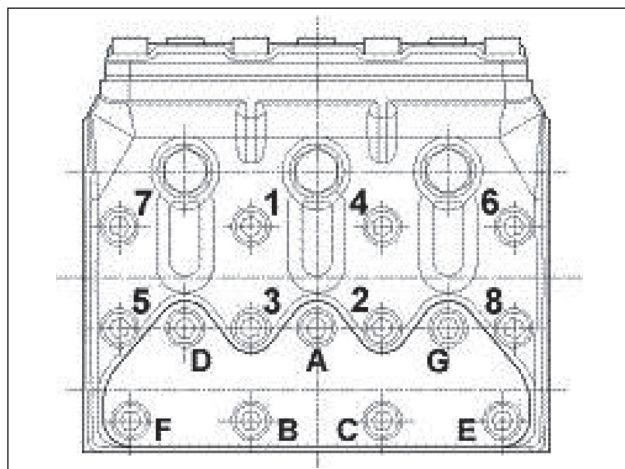

Fig. 24
* Les vis de fixation du chapeau de la bielle doivent être serrées en respectant les phases indiquées page 25. ** Les vis de fixation de la tête doivent être serrées avec une clé dynamométrique, en lubrifiant le collet et en respectant l'ordre indiqué à la Fig. 24. *** Les vis de fixation des couvercles des soupapes doivent être serrées avec une clé dynamométrique, en lubrifiant le collet et en respectant l'ordre indiqué à la Fig. 24. **** La vis de fixation Flasque 2e PTO doit être serrée avec une clé dynamométrique en utilisant Loctite 243 Couleur Bleu